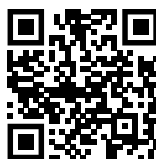

Fig. 140
- Откройте Liebherr SmartMonitoring Dashboard. (см. Fig. 140)